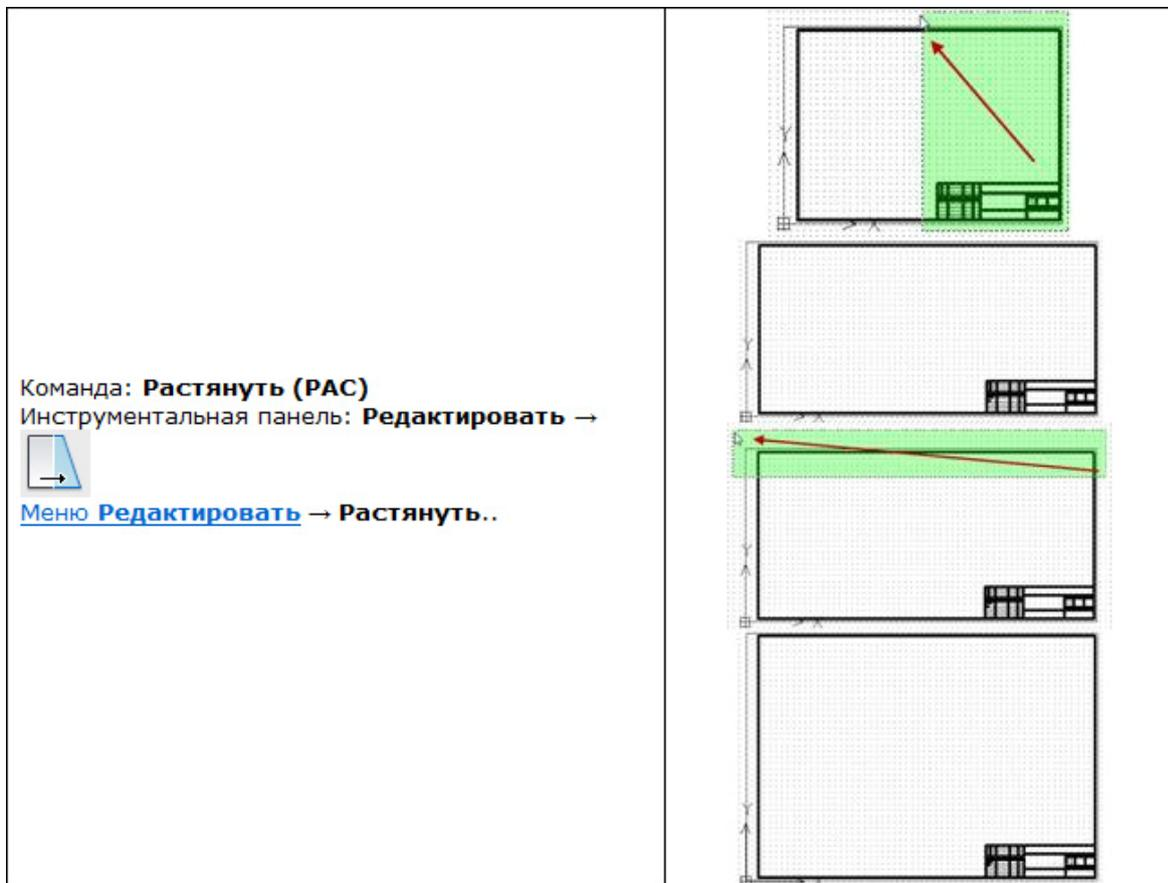

Рис. 33
3. Изменить размеры рамок (рис.33).